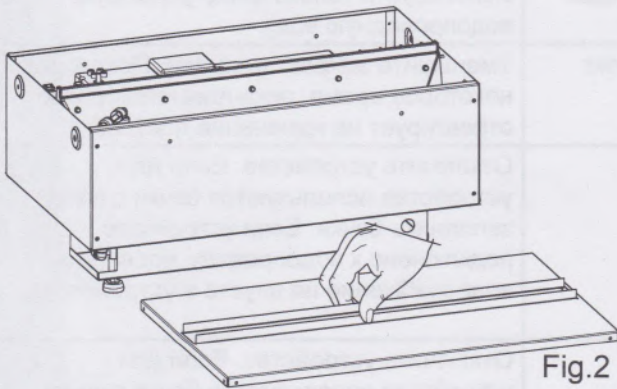

Fig.2
4. Снимите верхнюю металлическую пластину, чтобы получить доступ к внутренней части устройства. Сохраните верхнюю пластину для возможного будущего использования. (Рис. 2)